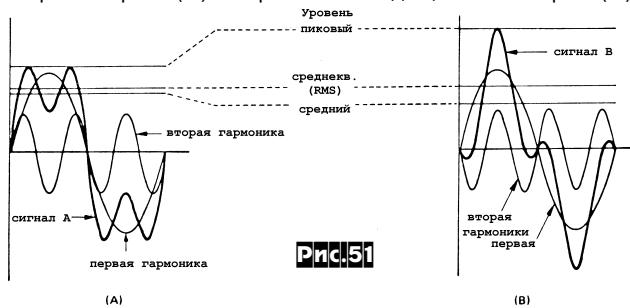

Рис.51
❷ Высокая чувствительность (результат применения пикового детектора) к фазочастотным искажениям канала записи-воспроизведения. На **рис.51** приведены осцилограммы двух сигналов с одинаковым амплитудным спектром (первая гармоника 100%, вторая гармоника 50%), но с разной фазой второй гармоники: в фазе (A) и в противофазе (B) с первой. Очевидно, что во втором (B)